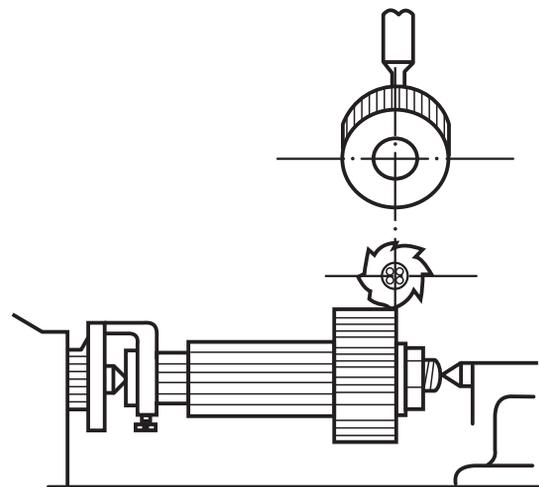

Fig. 6
c) Roce ligeramente la fresa con la rueda. (Fig. 6).